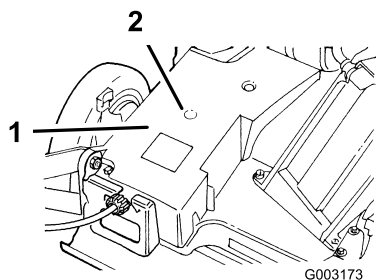

Figure 21
2. Essuyez les graisseurs à l'aide d'un chiffon propre (Figure 21).
3. Raccordez une pompe à graisse au graisseur dans l'ouverture du couvercle de courroie (Figure 21).